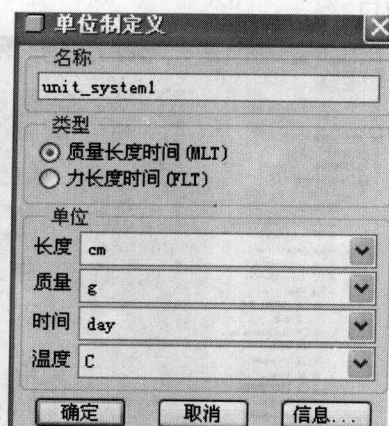

图 1-17 “单位制定义”对话框
(3) “新建”按钮: 单击该按钮, 系统弹出如图 1-17 所示的“单位制定义”对话框。在该对话框中, 可以根据需要创建新的单位系统。
“编辑”按钮: 单击该按钮, 系统弹出如图 1-17 所示“单位制定义”对话框, 可以根据需要修改单位系统。